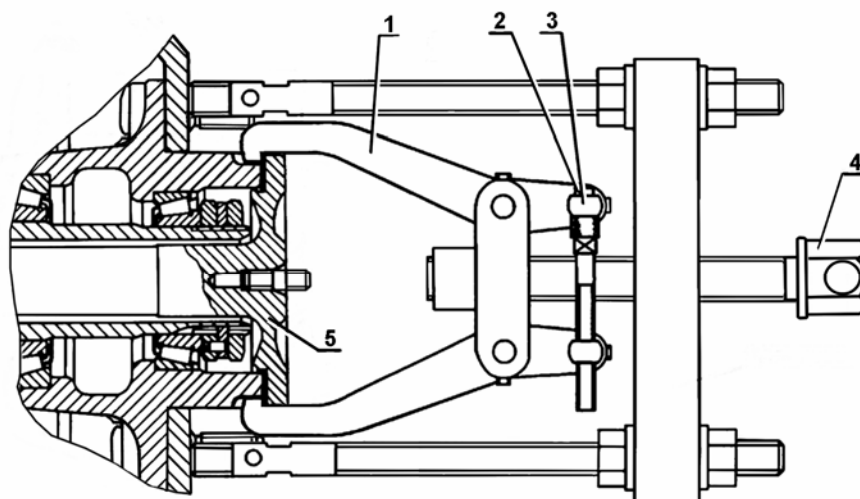

Рис. 4.40. Снятие полуоси заднего моста: 1 – лапки; 2 – ось; 3 – болт; 4 – винт; 5 - полуось
– отвернуть болты крепления полуосей и вынуть полуоси с помощью съемника (рис. 4.40). Для того, чтобы лапки 1 вошли в выемки на ступице, следует, вывинчивая болт 3 из оси 2, свести лапки до упора. Вращением винта 4 вывести полуось 5 из зацепления с полуосевой шестерней;